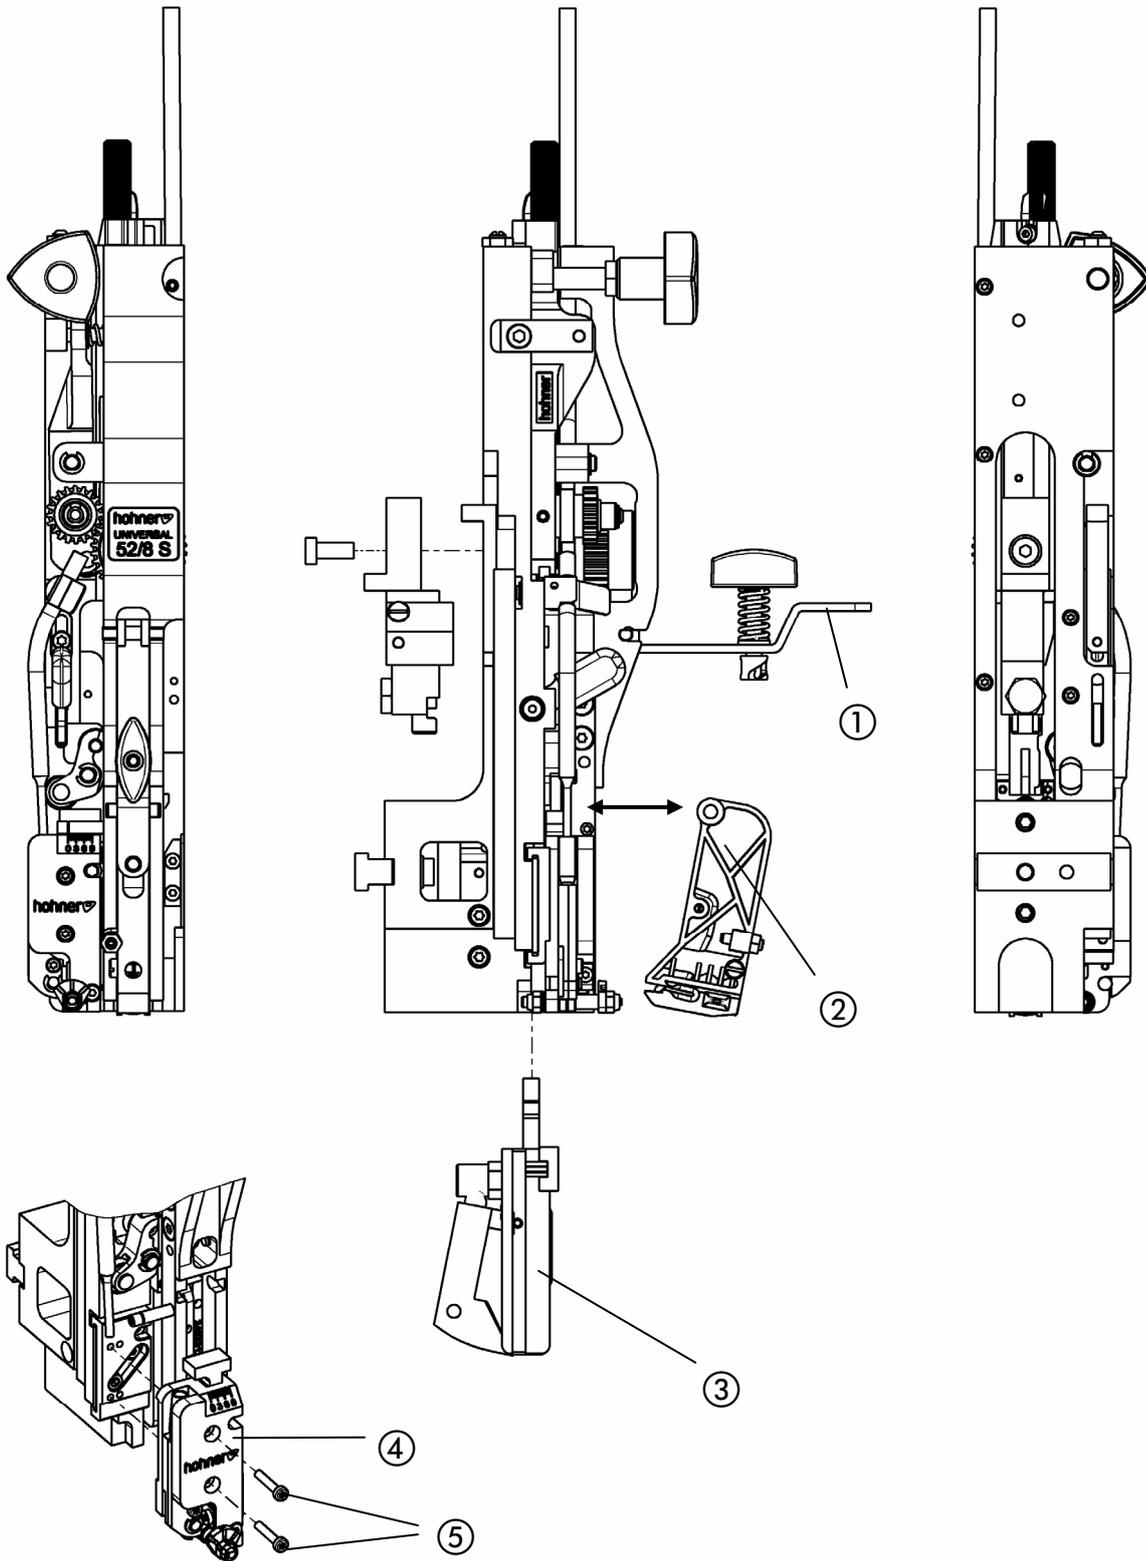

Abb. 21
- Abb. 21 -
- Formerhebel ① Art.Nr. 9963 590 durch Formhebel -L- Art. Nr. 9963 840 ersetzen.
- Messerkasten ④ durch Lösen der Schrauben ⑤ am rechten Befestigungspunkt der Führung abnehmen. Messerkasten 4mm nach links positionieren. Messerkasten am linken Befestigungspunkt der Führung wieder aufsetzen und die Schrauben ⑤ festziehen.